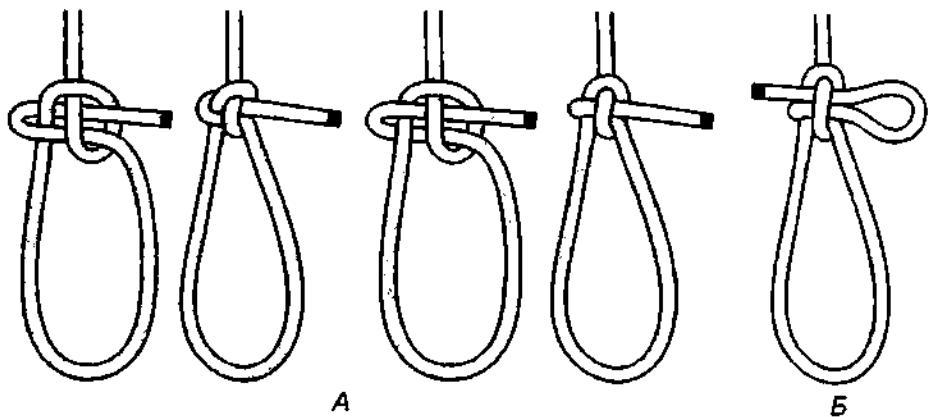

Рис. 325. А – два вида казачьего узла; Б – калмыцкий узел.
*Казачий узел* относится к очень надёжным фиксированным петлям. *Казачий узел* является «родным братом» *шкотовому и беседочному узлам* (рис. 325, 328). *Калмыцкий узел* – это быстроразвязывающийся *казачий узел* (рис. 325 Б). *Калмыцкий узел* быстро и легко вяжется и мгновенно развязывается при рывке за ходовой конец. Ходовой конец у *казачьего* или *калмыцкого узлов* может быть пропущен в узел двояко – его расположение на крепость или устойчивость узла никак не влияет (рис. 325 А, 326).